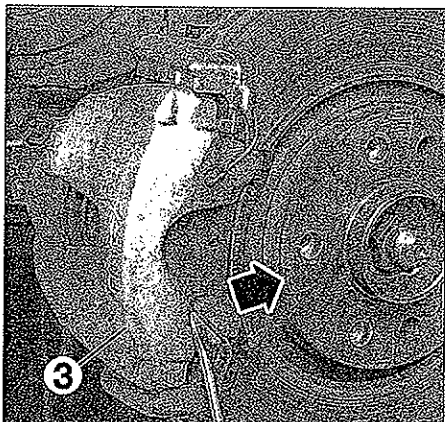

FIG. 5
- Separar el muelle de retención (3) (fig. 5).